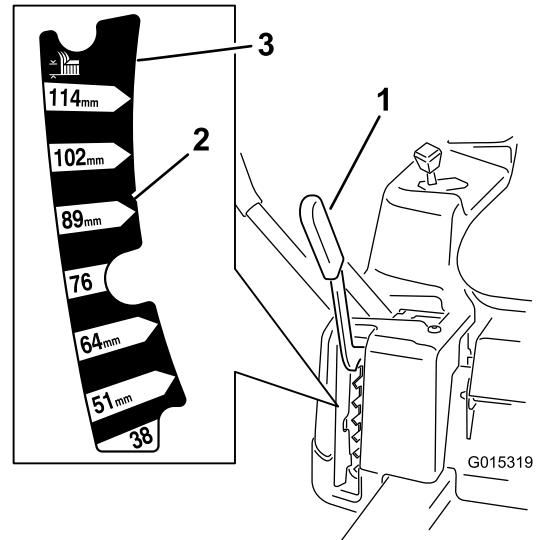

Figure 21
La hauteur de coupe est commandée par le levier situé à droite de la position de conduite (Figure 21).
- La position de transport est la position de hauteur de coupe la plus élevée ou la hauteur de coupe de 4,5 mm (Figure 21).